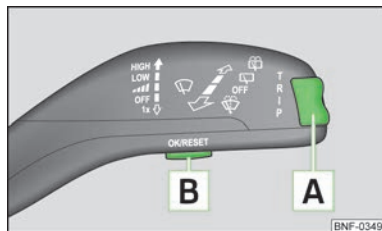

Fig. 7
La conmutación de las memorias se efectúa con la tecla [B] » fig. 7 de la página 12 en la palanca del limpiaparabrisas.
La tecla basculante **A** y la tecla **B** se encuentran en la palanca del limpiaparabrisas » fig. 7.
- » Pulsar ligeramente la tecla **B** » fig. 7.
- » Pulsar brevemente la tecla basculante **A** » fig. 7 arriba y abajo. De ese modo se activan, una tras otra, las funciones individuales del indicador multifunción.
- » Pulsar la tecla **B** » fig. 7 más tiempo.
- » Pulsar la tecla basculante **A** » fig. 7 de la página 12 arriba o abajo para cambiar la indicación del tiempo.
En la pantalla aparece el tiempo de marcha desde la última vez que se borró la memoria » página 11. Cuando se desee medir el tiempo de marcha desde un momento determinado, se deberá poner en ese momento preciso la memoria a cero, pulsando para ello la tecla **B** » fig. 7 de la página 12.
Si se desea calcular el consumo medio de combustible para un periodo de tiempo determinado, deberá poner la memoria a cero al comenzar la nueva medición pulsando la tecla **[B]** » fig. 7 de la página 12. Tras borrarla, en pantalla se visualizarán unas líneas durante los primeros aprox. 300 metros de recorrido.
En la pantalla aparece el kilometraje recorrido desde la última vez que se borró la memoria » página 11. Cuando se desee medir el recorrido desde un momento determinado, se deberá poner en ese momento preciso la memoria a cero, pulsando para ello la tecla **[B]** » fig. 7 de la página 12.
La pantalla indica la velocidad media en km/h desde la última vez que se borró la memoria » página 11. Si se desea medir la velocidad media durante un periodo determinado, se deberá poner la memoria a cero al principio de la medición accionando la tecla **[B]** en la palanca del limpiaparabrisas » fig. 7 de la página 12.
- » Mediante la tecla **[A]** » fig. 7 de la página 12 seleccionar la opción **Advertencia al sobrepasar la velocidad** del menú.
➤ Mediante la tecla **[A]** » fig. 7 de la página 12 seleccionar la opción **Advertencia al sobrepasar la velocidad** del menú.